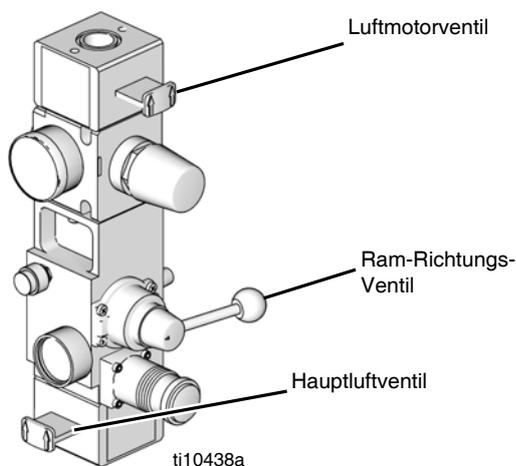

ABB. 6: Luftsteuerungsmodul
2. **Für die Luftsteuerung von D200s, D200, D60 und S20:** Siehe ABB. 6.